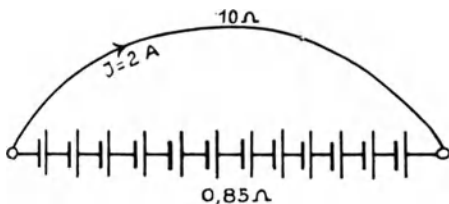

Fig. 2.
22. Eine Batterie von 12 [15] (33) hintereinander geschalteten Elementen (Fig. 2) derselben Art liefert in einem äußeren